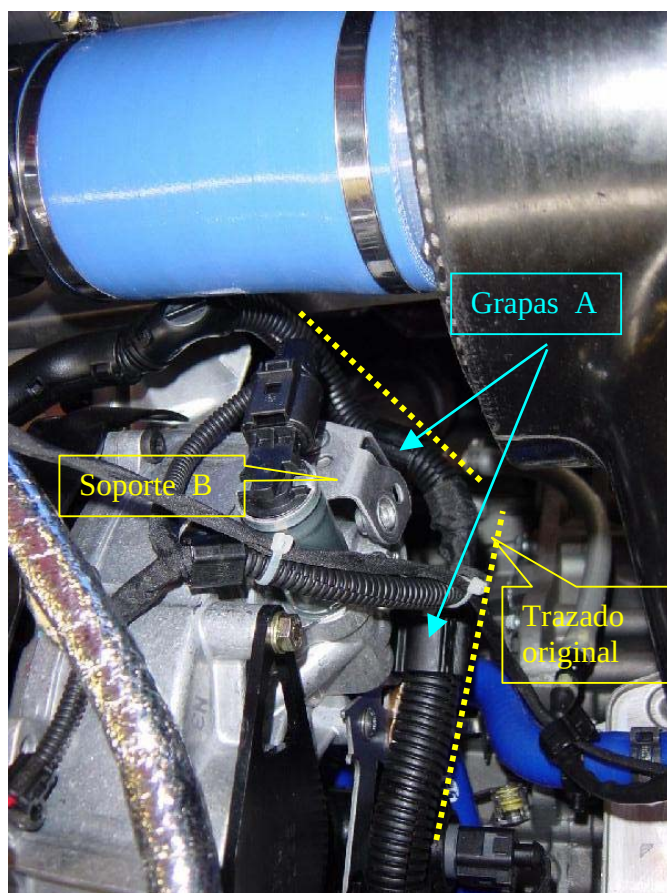

Fig 1
3. Desconectar el cable de masa colocado sobre el soporte y eliminar el soporte metálico. Marcado con B en la fig 1, y figura 2